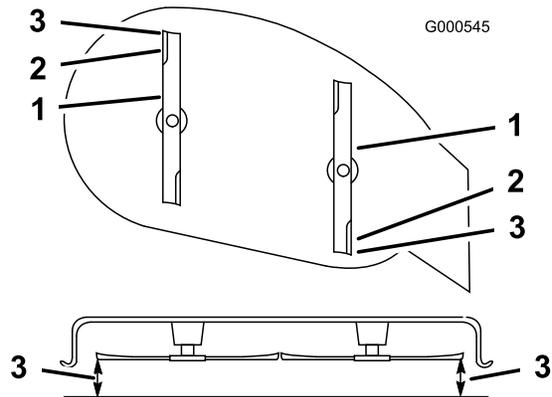

Bild 41
5. Stellen Sie die Schnitthöhe auf die Stellung **D** (76 mm) und drehen Sie die Messer vorsichtig, sodass sie nach vorne und hinten zeigen (Bild 41).
6. Messen Sie zwischen der Messerspitze vorne und hinten und der ebenen Fläche (Bild 41). Stellen Sie, wenn die vordere Schnittmesserspitze nicht um 1,6–7,9 mm tiefer liegt als die hintere, die vordere Sicherungsmutter ein.
9. Prüfen Sie noch einmal die Neigung in Längsrichtung. Stellen Sie die Mutter ein, bis die vordere Schnittmesserspitze um 1,6–7,9 mm tiefer liegt als die hintere Spitze (Bild 41).